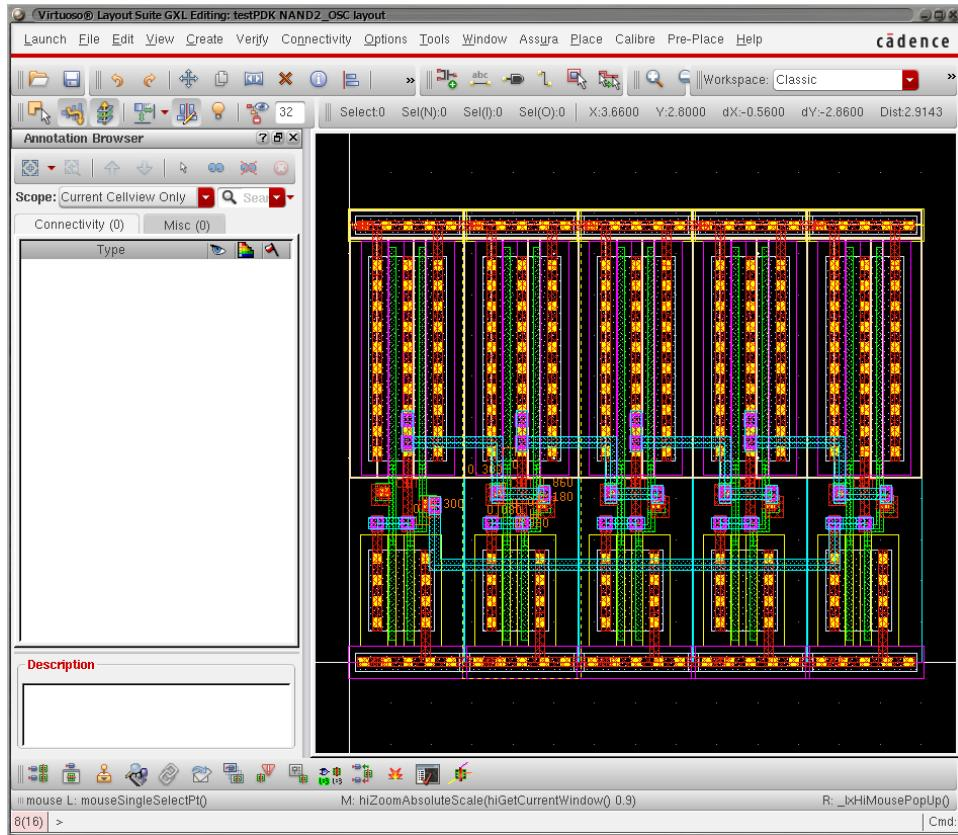

図 68: 2 入力 NAND 回路を使用した 5 段リングオシレータのレイアウト
6. 後は Create Wire や Create Via を駆使して必要な端子を接続すればよい。p キーや r キーを使って適宜配線しても問題無い。設計中に表示される Connectivity や Design Rule の情報をうまく利用して、間違なく結線すること。Annotation Browser を起動して未接続の配線やショートをチェックしながら行うとよい。図 68 に最終的なレイアウトの例を示す。